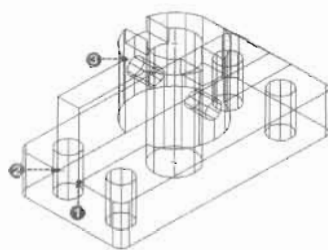

图 14-88
(2) 在命令提示行输入 Slice 命令并回车，用三点法剖切实体，如图 14-88 所示，命令执行过程如下。